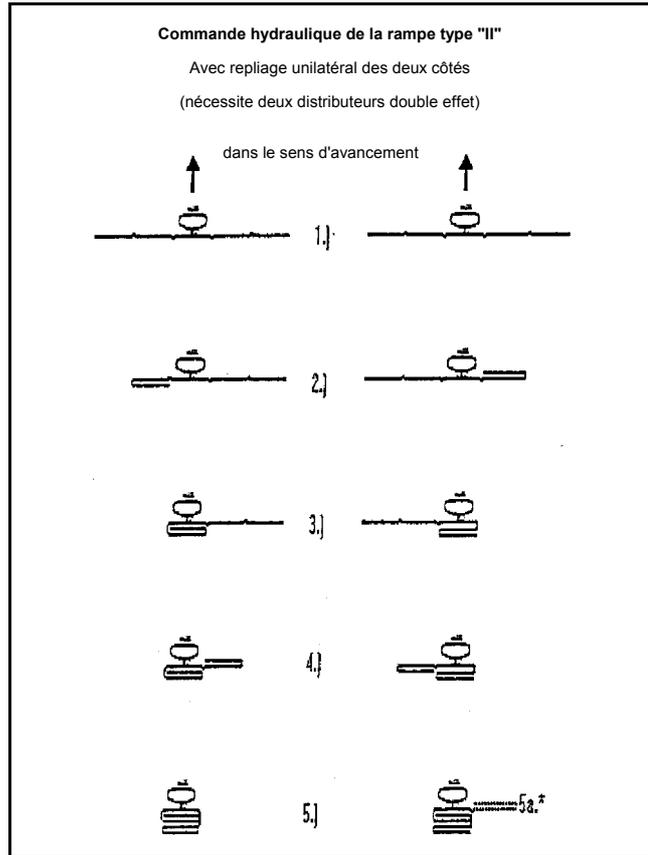

Fig. 47
2. **Commande hydraulique de la rampe type "II"** possibilité de replier unilatéralement les côtés gauche et droite dans le sens de l'avancement (Fig. 47) (1 nécessite 1 distributeur simple effet et 1 distributeur double effet).